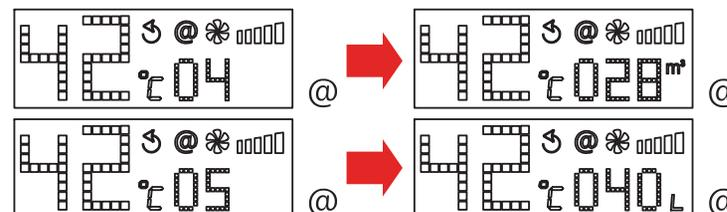

FIGURA 19
1.En modo de espera, cuando la prioridad esté en la pantalla principal, presionar el botón @ para entrar en función @ consulta. Estando en modo consulta presionar  $\Delta \nabla$  para cambiar, seleccione la opción @4 para checar el volumen de gas acumulado, seleccione la opción @5 para checar el volumen de agua acumulada, y la pantalla principal cambia como aparece en la figura 19.